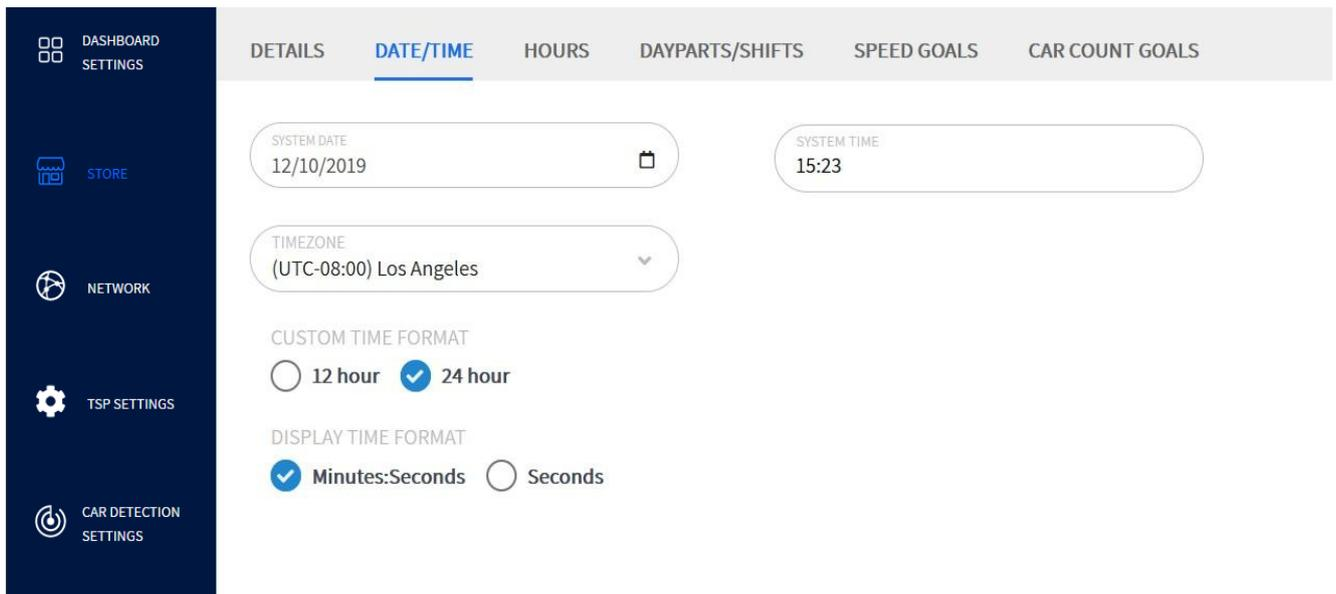

Abb. 4.2
**Beispiel:** Abb. 4.2 zeigt das SYSTEM DATE und die SYSTEM TIME. Die TIMEZONE ist in diesem Beispiel Los Angeles (minus 8 Stunden gegenüber der koordinierten Weltzeit am Nullmeridian, kurz UTC). Diese Zeitzone würden Sie wählen, wenn Ihr Restaurant an der Westküste der USA liegt. Für Deutschland wählen Sie die mitteleuropäische Zeit, was UTC+01:00 (bzw. UTC+02:00 für die Sommerzeit) entspricht.